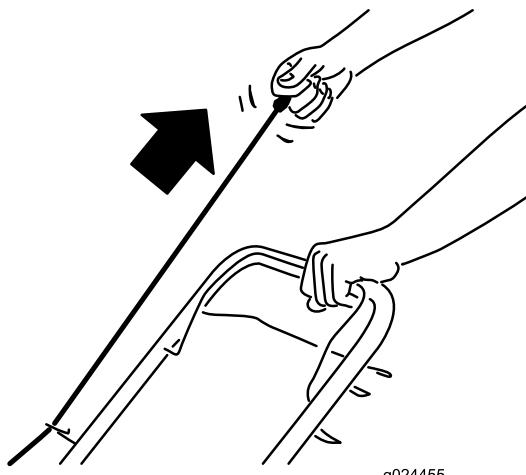

Figure 12
- 2. Tirez légèrement la poignée du lanceur (Figure 12) jusqu'à ce que vous sentiez une résistance, puis tirez vigoureusement et laissez le câble se rétracter lentement jusqu'au guide sur le guidon.